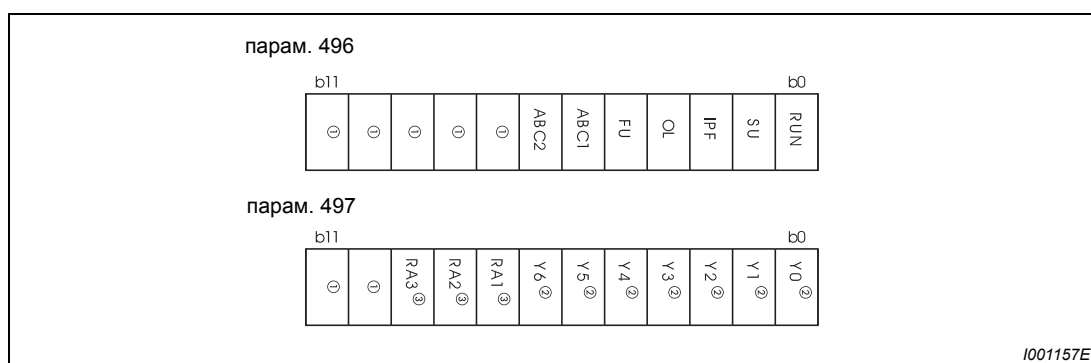

Рис. 6-60: Децентрализованные выходные данные
| 496 | Децентрализованные выходные данные 1 ① | 0 | 0–4095 | См Рис. 6-60 | | |
При использовании положительной логики установка бита на «1» включает соответствующий выход, а при использовании отрицательной логики – выключает его. При использовании положительной логики стирание бита выключает соответствующий выход, а при использовании отрицательной логики – включает его (см. также Рис. 6-60).